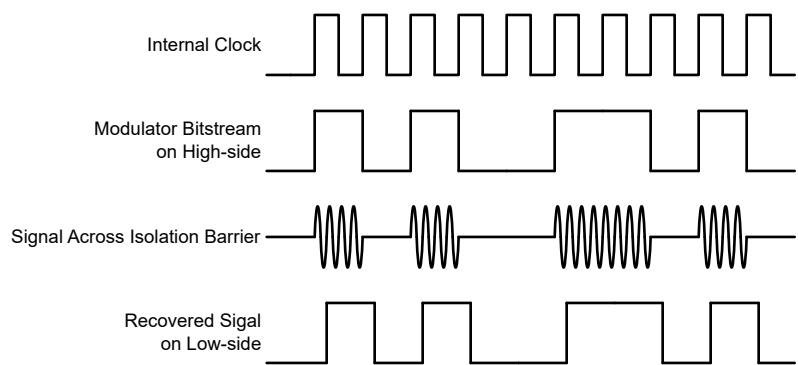

図 7-1. OOK ベースの変調方式
図 7-1 に示されているように、AMC0381D は、オン / オフ キーイング (OOK) 変調方式を使用して、変調器の出力ビットストリームを、 $\text{SiO}_2$  ベースの絶縁膜間で伝送します。送信ドライバ (TX) をに 機能ブロック図 示します。TX は、内部で生成された高周波キャリアを絶縁バリア越しに送信し、デジタル 1 を表現します。ただし、TX はデジタル 0 を表す信号を送信しません。AMC0381D で使用されるキャリアの公称周波数は 480MHz です。